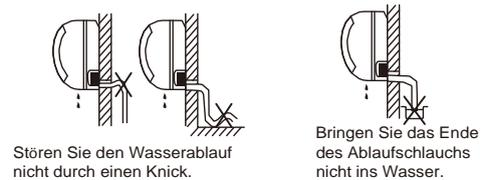

Abb. 7
1. Verlegen Sie den Ablaufschlauch mit Gefälle. Schließen Sie den Ablaufschlauch nicht wie in Abb. 7 dargestellt an.